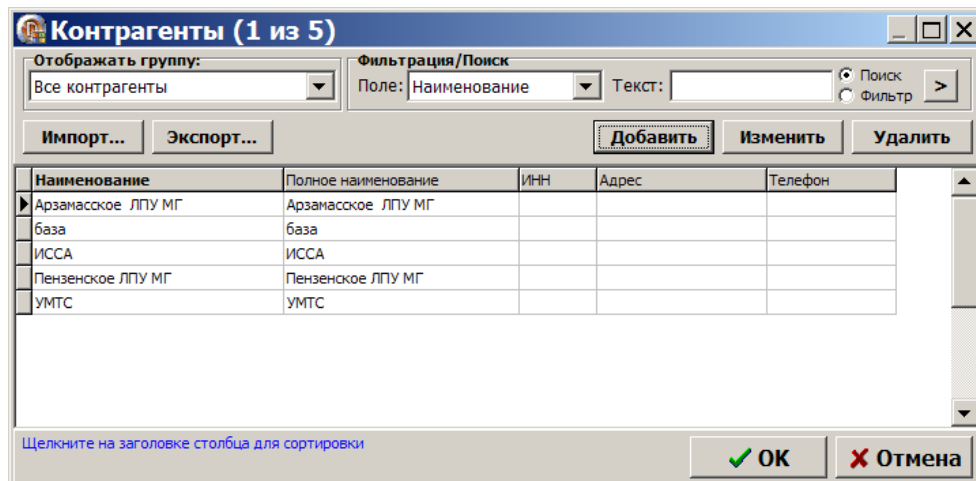

Рис. 32
Для проведения настроек списка контрагентов выберите АЗС, в меню «Настройка АЗС\Контрагенты» откройте окно «Контрагенты» (рис.32). В открывшемся окне отражен список контрагентов общий для всех видов оплаты.
Для проведения настроек контрагентов откройте окно «Общий справочник контрагентов (меню «Настройка\Общий справочник контрагентов»)» (рис.32а). В открывшемся окне отражен список контрагентов общий для всех АЗС.
Рис.32а
- откройте окно «Сборка единого справочника контрагентов» (Настройка\Привязка контрагентов к общему справочнику), рис.32б;
- выберите АЗС, контрагентов которой хотите перенести в общий справочник контрагентов и нажмите кнопку «Привязать контрагентов АЗС к общему справочнику», рис.32б;
- в открывшемся окне отметьте контрагентов для привязки (или выберите действие «Выделить все») и нажмите кнопку «Привязать». Появится сообщение о количестве привязанных контрагентов, нажмите «Ок», рис.32в.
- при наличии системы дисконтирования ПроцентКарт аналогично перенесите контрагентов ПроцентКарт в общий справочник — нажмите кнопку «Перенести контрагентов ПроцентКарт в общий справочник», рис.32с.
Рис.32б
Рис.32в
Рис.32с
Для добавления нового контрагента щелкните мышкой на . В открывшемся окне внесите информацию о контрагенте и нажмите «Ок», рис.32д
На закладке «АЗС» можно задать на какие АЗС будет передаваться учетная запись данного контрагента (рис.32е).
На закладке «Привязка для ПЦ» можно задать на каких АЗС будет разрешено или запрещено обслуживание данного контрагента, всех карт ПроцентКарт данного контрагента или выбранных (рис.32ж).
На базе ПО WEB-ОФИС и опций Отчеты КО (для коммерческого отдела) и Личный кабинет клиента можно организовать, настроить и запустить «ЛИЧНЫЙ КАБИНЕТ КОНТРАГЕНТА КО». На закладке «WEB» (рис.32з) можно задать список пользователей (логин, пароль), которые могут строить отчеты по КО (коммерческому отделу) через WEB-Офис (личный кабинет контрагента КО).
Рис.32д
Рис.32е